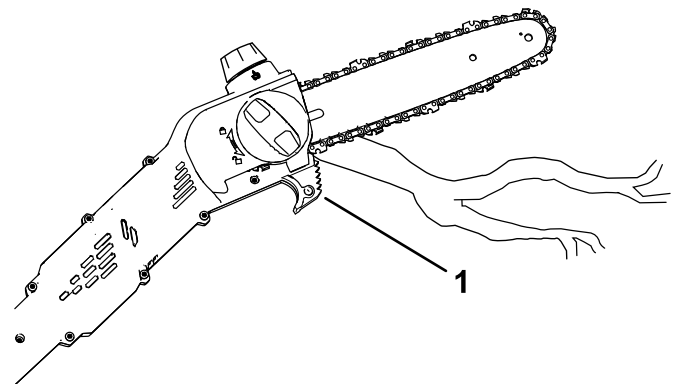

Figure 12
5. Coupez la branche vers l'arrière du guide-chaîne, près du guide de coupe ; appuyez la chaîne légèrement contre la pièce de bois et laissez agir le poids de l'élagueuse pour couper (Figure 12).